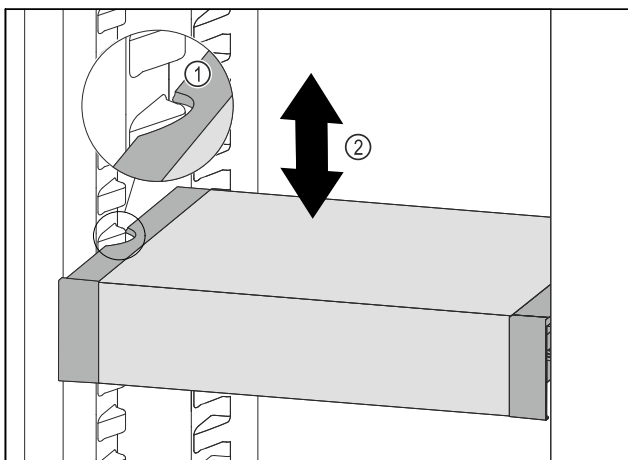

Fig. 137
- ▶ VarioSafe ťahajte dopredu, dokým sa bočné vybrania VarioSafe nebudú nachádzať vo výške rebra nádoby v chladničke. Fig. 137 (1)
- ▶ VarioSafe v chladničke presúvajte nahor alebo nadol, dokým sa dosiahne požadovaná výška. Fig. 137 (2)